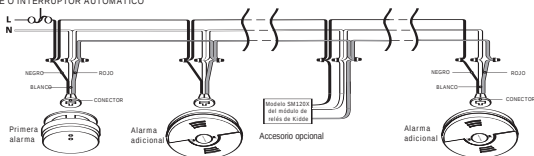

FIGURA 3 “DIAGRAMA DEL CABLEADO DE INTERCONEXIÓN”
- En la Figura 3 se muestra un cableado de interconexión. Una conexión inadecuada originará daños a la alarma, incapacidad de funcionamiento de ésta o riesgo de recibir una descarga eléctrica.